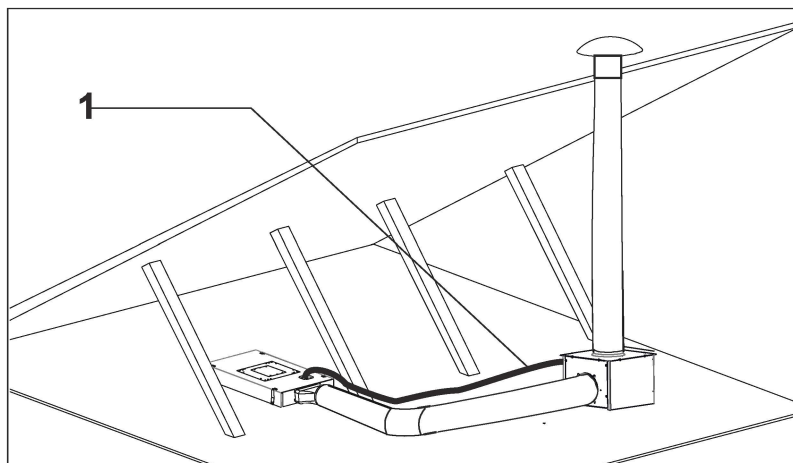

Fig. 34
9. ➔ Tilslut nu det 7m. lange kabel til emhætte kabinettet og motor kabinettet for at sikre forbindelse ml . disse. (Fig. 34).